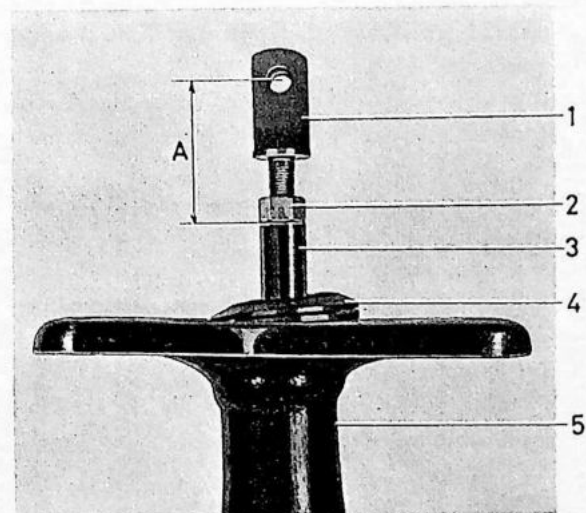

Fig. 5-66. Montage van de gaffel
5. Maak de kontramoeer (2, Fig. 5-66) los en schroef de gaffel (1) los. Verwijder het doorvoerrubber (4) en de steun (5). Draai de drukstang los van de achterste drukstang van de cylinder.
1. Schroef de drukstang (3, Fig. 5-66), na hem met enkele druppels Locktite, type B, =type 500, te hebben ingesmeerd, zo ver als hij gaat in de achterste drukstang van de servo cylinder.
3. Breng de rubber doorvoer (4, Fig. 5-66) op zijn plaats. Schroef de kontramoeer (2) op en de gaffel (1) in. De afstand tussen het hart van de gaffel en het einde van de drukstang (afmeting A) moet ongeveer 45 mm (1 3/4") bedragen.